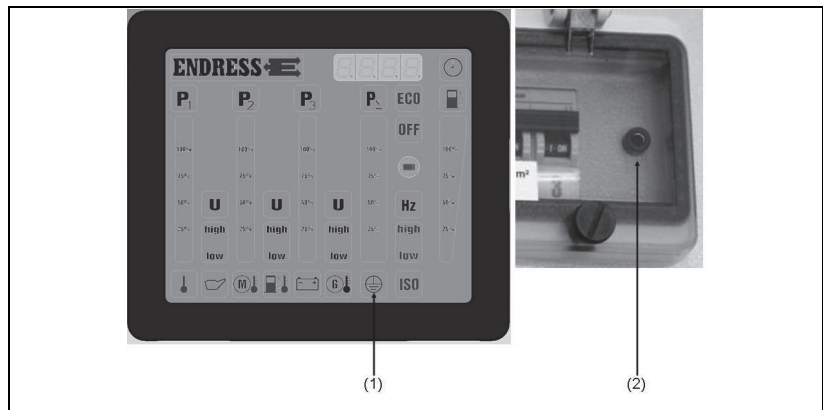

Fig. 46: Comprobación del conductor protector
1. Conectar el cable de comprobación a la toma (Fig. 46-(2)).
- ✓ El testigo de comprobación (Fig. 46-(1)) de la pantalla multifuncional indica el resultado: